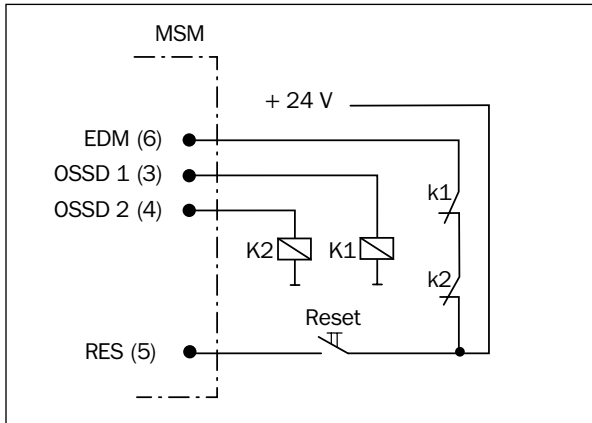

Abb. 9: Schaltungsbeispiel bei integrierter Override-Variante
**Hinweis** Es empfiehlt sich, die MSL-interne Wiederanlaufsperrung nach folgendem Schaltbild zu verwenden (Abb. 9).